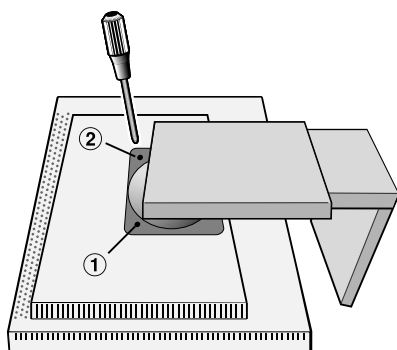
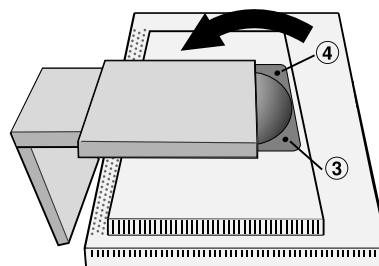

Figura S.2
Figura S.3
4. Rimuovere le due viti della parte superiore collegando il monitor al supporto (**Figura S.2**). Girare il supporto di 180° in senso antiorario (si sentono due click). Rimuovere le viti dalla parte inferiore (**Figura S.3**) e sollevare il supporto. Il monitor, ora, è pronto per un diverso montaggio.